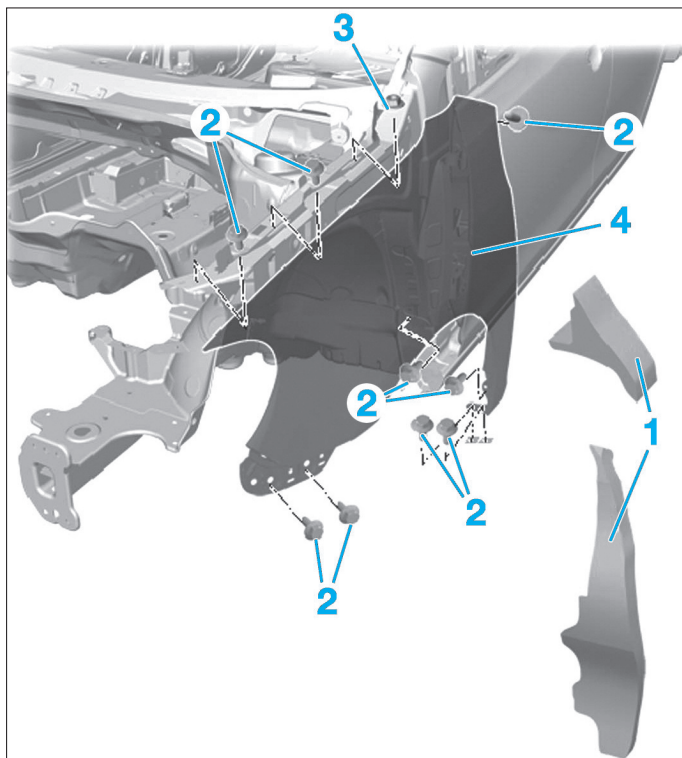

Fig. 82
- Retirer les insonorisants (1) entre l'aile et le longeron (Fig.82).
- Déposer les vis (2) de fixation d'aile.
- Dévisser l'écrou (3).
- Déposer l'aile (4) avec précaution.